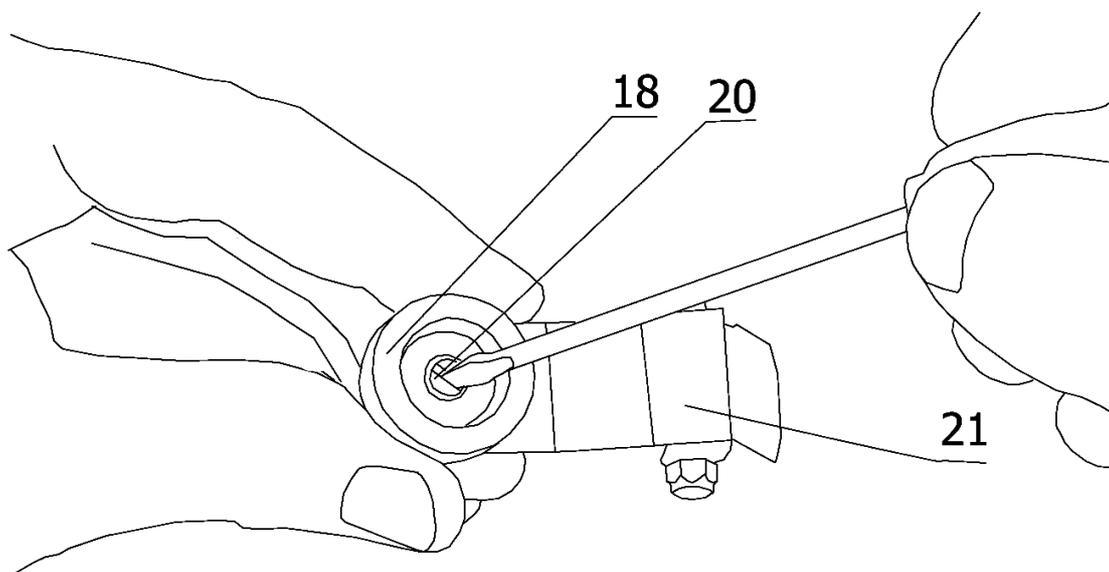

Рис. 6 Демонтаж и установка заточного камня.
Демонтаж и установка заточного камня показаны на рис. 6 и 7. В результате эксплуатации заточного устройства (14) заточный камень (18) изнашивается. При неровной поверхности камня, а также малой эффективности затачивания, необходимо заменить заточный камень.
- задвижку (11) максимально передвинуть в положение «0»,
- выкрутить винты (19) и вынуть 'плечо' (21) с заточным камнем (18),
- заблокировать заточный камень (18), как показано на рис.6, выкрутить винт (20),
- установить плечо с заточным камнем (21) в заточное устройство
- сильно затянуть винты (19),
Положение заточного камня по отношению к ножу, показанное на рис. 6, должно сохраняться во время всего периода эксплуатации. Если в результате использования ножа положение заточного камня подвергнется изменению, необходимо откорректировать их взаимное расположение вышеописанным способом.